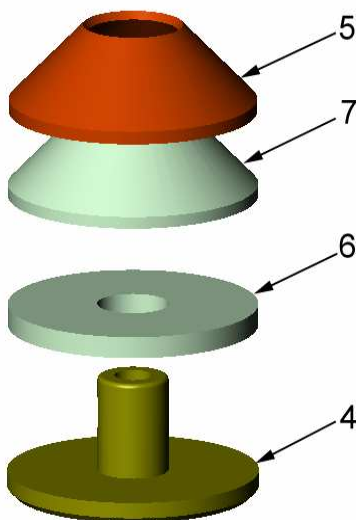

Figure 12
3.4 Installez la cartouche plate de l'outil de coupe (élément n° 6) sur le support (voir Figure 12).
3.5 Empilez la cartouche conique de l'outil de coupe (élément n° 7) sur la cartouche plate avec le diamètre le plus grand positionné vers le bas (voir Figure 12).
3.6 Placez la douille (élément n° 5) sur la cartouche conique de l'outil de coupe (voir Figure 12).